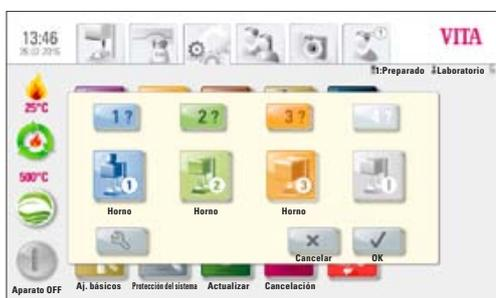

Fig. 4. Selección de un aparato para cambiar el nombre
- Pulsar la tecla **Multihorno** en Ajustes: la pantalla muestra los aparatos conectados (ver fig. 4).